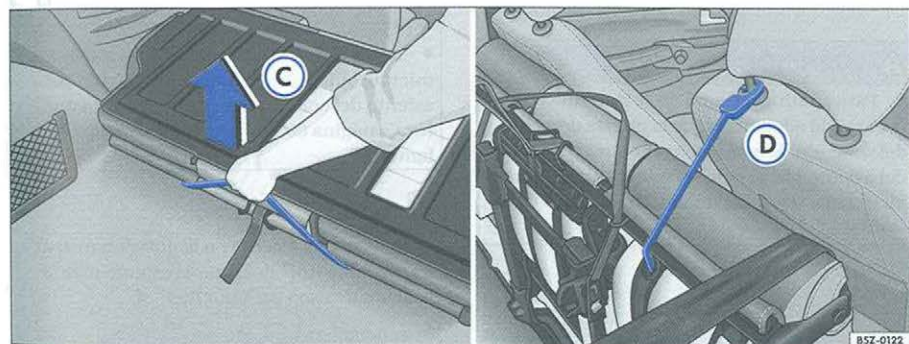

Fig. 79 Tirador para destrabar el conjunto del piso/asiento abatido con tira elástica roja en el soporte del apoyo para cabeza
- Tire del tirador negro ⇒ página 97, fig. 79 ⓐ para destrabar el conjunto del piso y, al mismo tiempo, levántelo **cuidadosamente** en dirección a los asientos delanteros ⇒ ⚠.
- Localice la tira elástica roja, alojada en la parte inferior del asiento, y encaje el gancho de esa tira en el soporte del apoyo para cabeza del asiento del acompañante ⇒ página 97, fig. 79 ⓓ, inmovilizando el conjunto ⇒ ⚠.